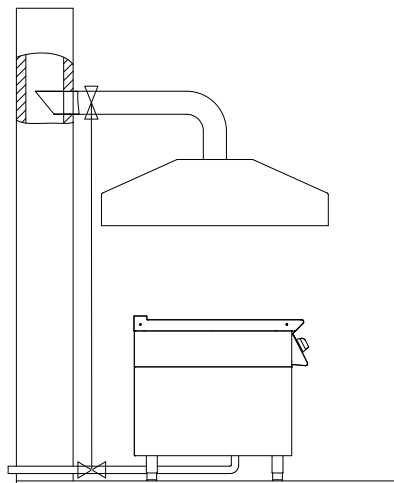

Fig. 4
- l'extrémité du conduit d'évacuation de l'appareil doit être placée à l'intérieur de la projection du périmètre de base de la hotte (**Fig.4**).